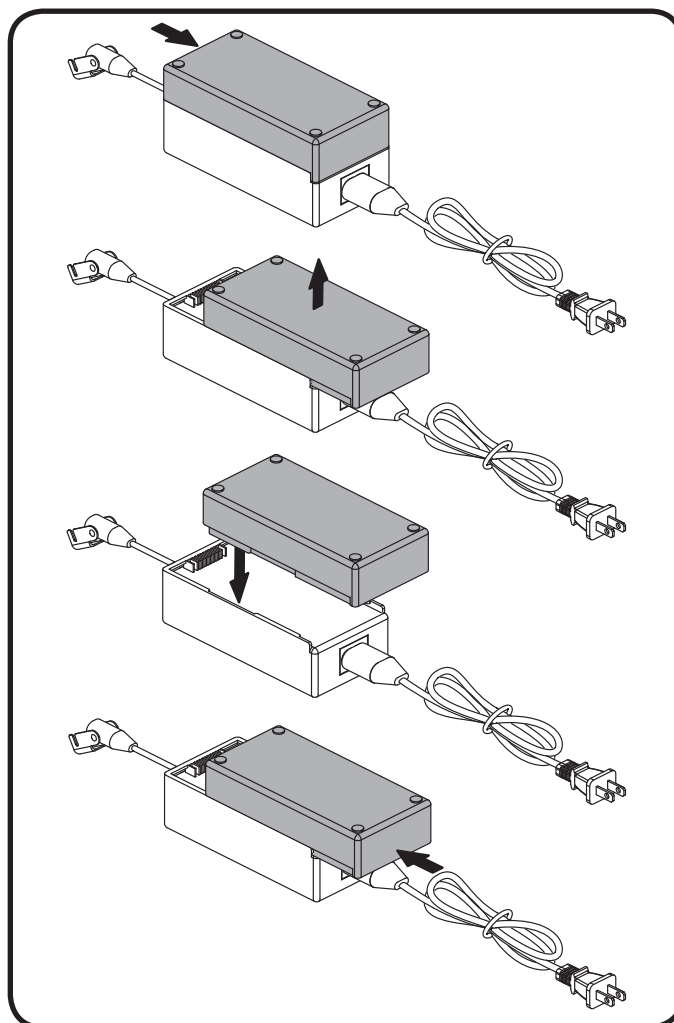

Figure 4.5 Reemplazo de la batería de iones de litio
5. Coloque la nueva batería de iones de litio sobre la parte externa transformador con los surcos de seguridad hacia el transformador externo (**fig. 4.5**).